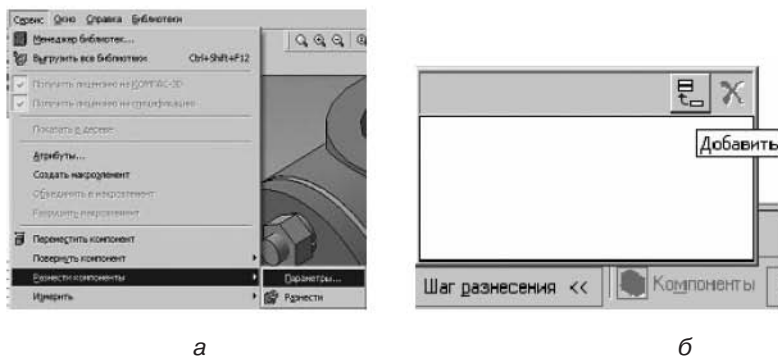

Рис. 3.38. Разнесение компонентов: а — запуск процедуры; б — панель свойств
1. Откройте сборку соединения шпилечного. Выполните команду **Сервис** ▶ **Разнести компоненты** ▶ **Параметры** (рис. 3.38, а). На экране появится панель свойств. В верхней части окна нажмите на кнопку **Добавить** (рис. 3.38, б). Окно **Шаг разнесения** закроется, и автоматически активизируется переключатель **Выбрать компоненты для разнесения**.